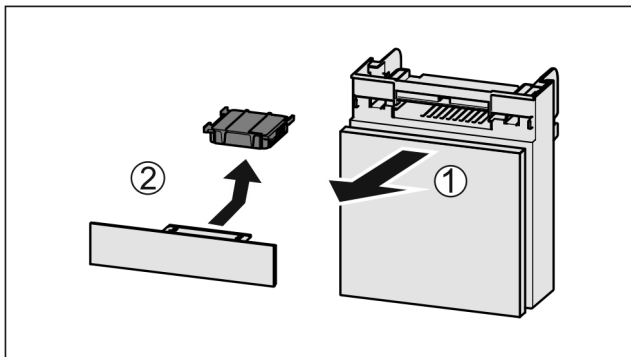

Fig. 26
- ▶ Потягніть Fig. 26 (1) відділення вперед.
- ▶ Витягнути Fig. 26 (2) фільтр з активованого вугілля.